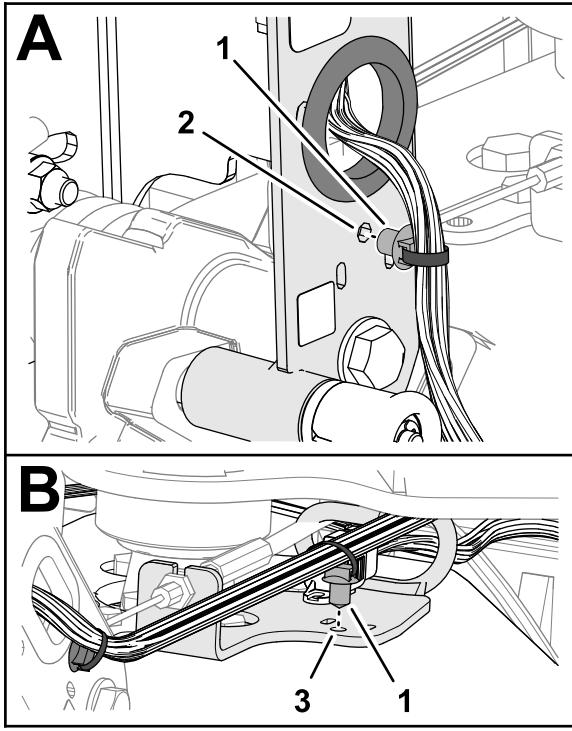

Figura 10
4. Inserite l'ancoraggio a spinta del cablaggio preassemblato della macchina nel foro del canale della maniglia (Figura 10).